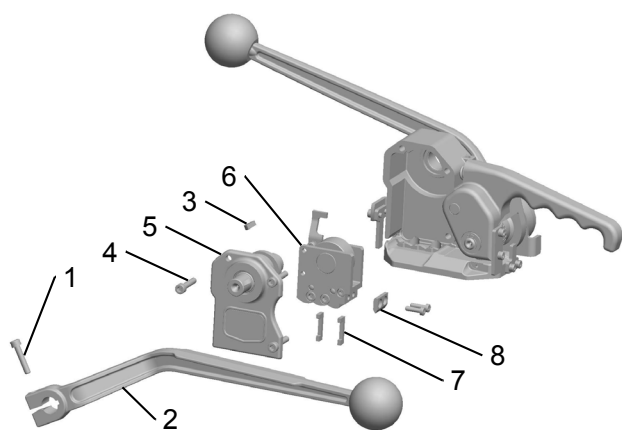

Fig. 12
- Lossa skruv (Fig. 12/1) till handtag och demontera detta (13/2).